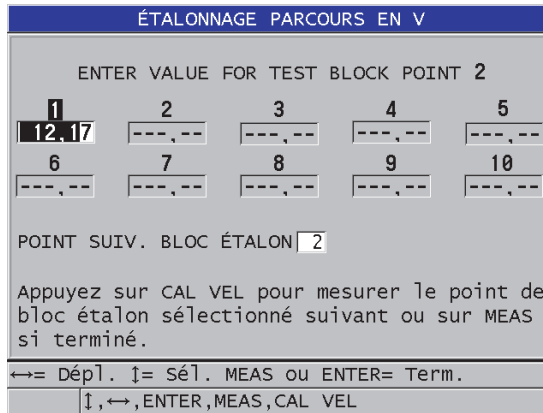

Figure 12-5 Modification du point 1 de l'étalonnage du parcours en V
9. Dans l'écran **ÉTALONNAGE PARCOURS EN V**, modifiez la valeur du point 1 pour qu'elle corresponde à l'épaisseur connue (Figure 12-5 à la page 252).